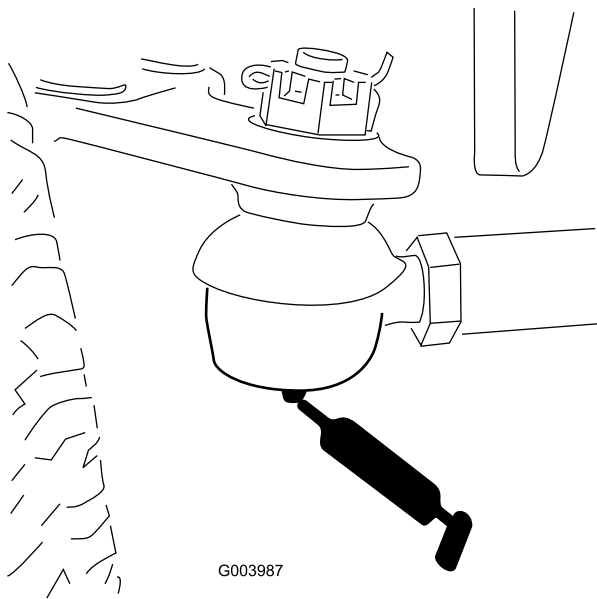

Figura 108
- Tirante del eje trasero (2) (Figura 108)